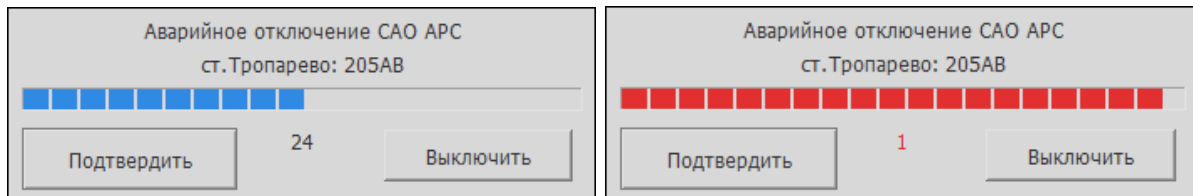

Рис. 3.24 Окно подтверждения аварийного отключения CAO APC
2. Нажать ЛКМ кнопку «АВ» для требуемого светофора на панели отключения сигналов абсолютной остановки, появится окно подтверждения выбора ответственной команды (Рис. 3.24).